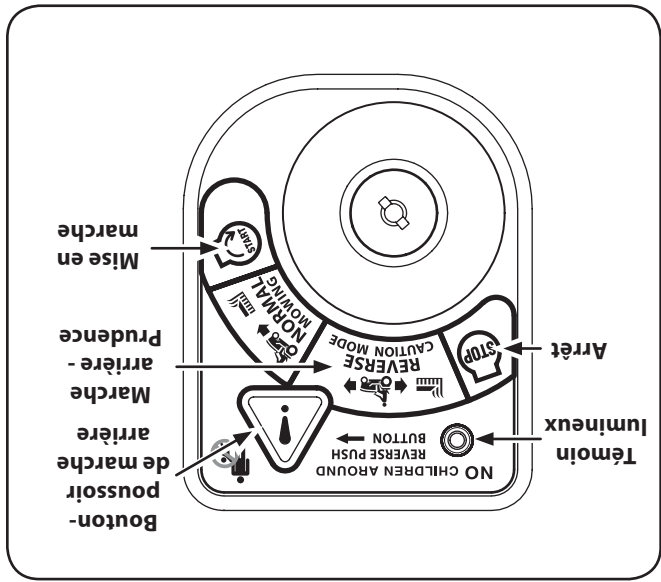

Figure 5-2
3. Appuyez sur le BOUTON-POUSOIR DE MARCHÉ ARRIÈRE (Bouton triangulaire orange) dans le coin supérieur droit du module d'allumage. Le témoin lumineux rouge dans le coin supérieur gauche s'allume quand la marche arrière est embraquée. Voir la Figure 5-2.